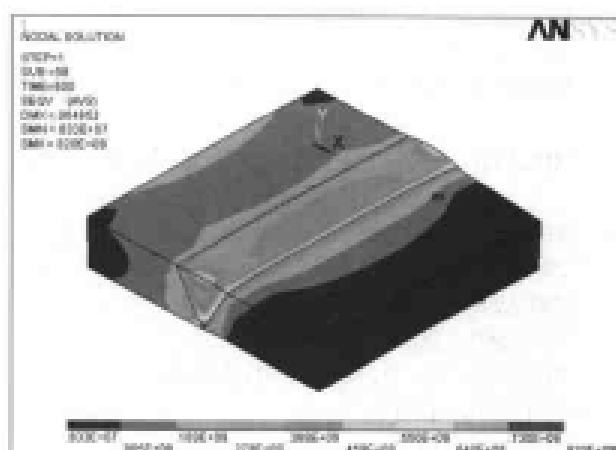

图 13-97 等效应力等值线图
(9) 选择 Main Menu | General Postproc | Plot Result | Contour Plot | Nodal Solu 命令, 出现 Contour Nodal Solution Data 对话框, 选择 Nodal Solution | Stress | von Mises stress 选项, 单击 OK 按钮, ANSYS 窗口显示等效应力场分布等值线图, 如图 13-97 所示。